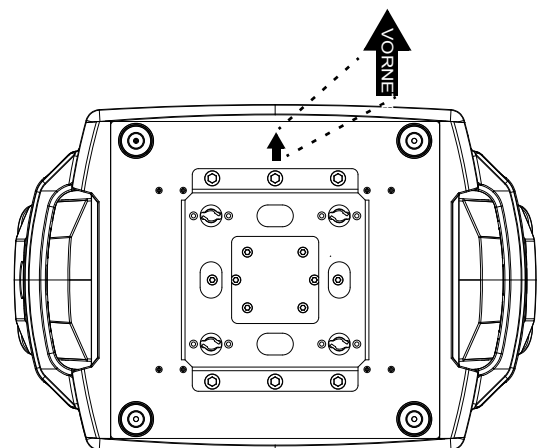

Bild 5: Vorderseite des Geräts
4. Sperren Sie das Areal unter dem Arbeitsbereich ab. Siehe Bild 5. Beachten Sie die Position des mit FRONT markierten Pfeils an der Basis der Spannvorrichtung. Hängen Sie das Gerät von einer stabilen Plattform aus so an den Träger, dass der mit FRONT markierte Pfeil in Richtung des zu beleuchtenden Bereichs zeigt. Ziehen Sie die Spannklemmen fest.